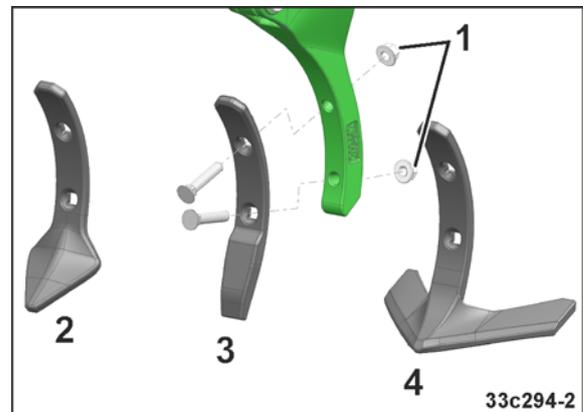

Fig. 184
1. Befestigungsmuttern lösen (Fig. 184/1)
3. Befestigungsmuttern anziehen (Fig. 184/1)
Flügelschar (Fig. 184/4)	groß
Herzschar (Fig. 184/2)	↓
Schmalschar (Fig. 184/3)	klein